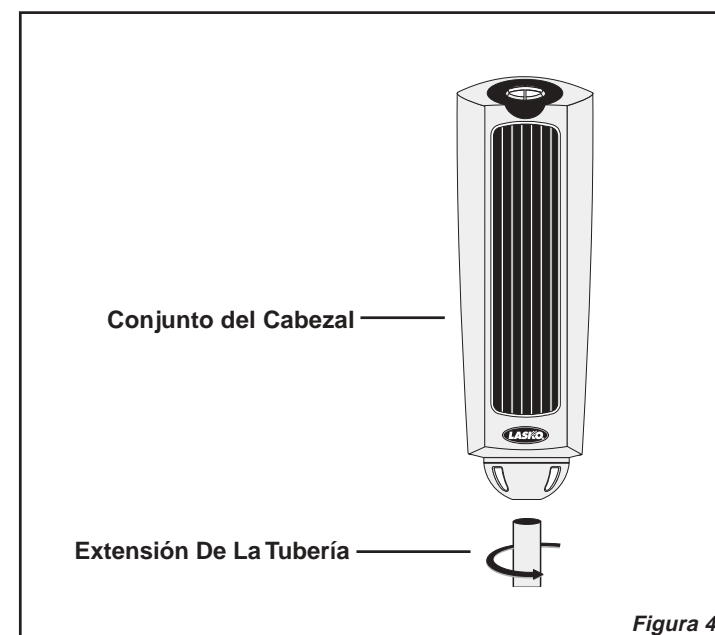

Figura 4
### CONJUNTO DE LA CABEZA (Figura 4)
1. Coloque el **Conjunto del Cabezal** sobre el extremo del **Extensión De La Tubería** torciendo **Conjunto del Cabezal** abajo hasta que se sienta en el **Extensión De La Tubería**. (Figura 4)